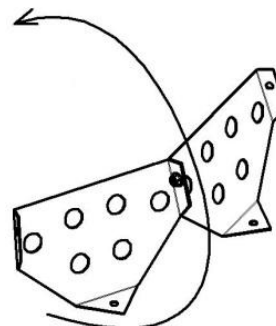

Рис. 16
3.10. Преодолевая усилие пружины (19), оттянуть фиксатор (11) вниз и повернуть емкость на удобный угол. Прикрепить лопасти (8) к емкости нижней (2) и к емкости верхней (9), с помощью болтов (22), шайб (17) и гаек (37), при этом, шайбы установить с наружной стороны ёмкостей.
**Возможна комплектация бетоносмесителя сборными лопастями (рис. 16).** В этом случае необходимо две полу-лопасти скрепить между собой болтом М8х12 и гайкой (37). После установить бетоносмеситель по направлению вращения ёмкости (указано на рис. 16 стрелкой) с помощью болтов (22), шайб (17) и гаек (37).